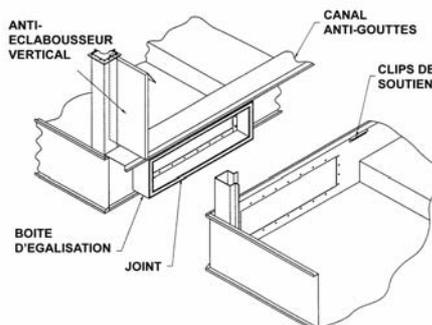

Figure 3 - Raccordement de l'égalisation.
2. Nettoyer les brides de l'égalisation avant de la raccorder. Appliquer une couche de joint sur la bride centrée entre les trous de fixation et le bord extérieur. Enlever le papier de protection du joint. (Voir Figure 3.)
9. Placer les anti-éclabousseurs verticaux dans le côté des supports verticaux. Les fixer en utilisant des vis de 8mm. Pour les constructions en acier inoxydable, les fixer en utilisant des boulons et écrous de 6mm en acier inoxydable. (Voir Figure 3)